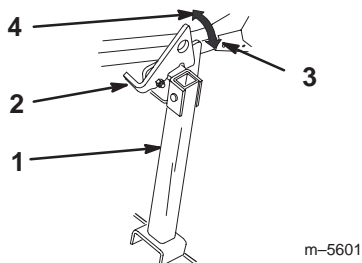

Figure 26
1. Relevez le verrou à la position déverrouillée (Fig. 26).